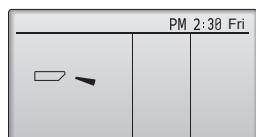

Fig. 8-4
- Pulse el botón [ACEPTAR] para visualizar la pantalla de funcionamiento Lama, y luego pulse los botones [F1] y [F2] para comprobar el sistema automático de desviación del aire. (Fig. 8-4)